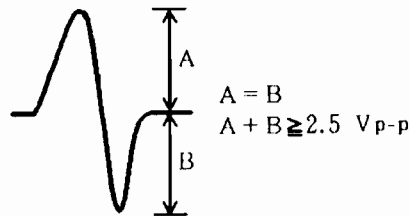

Figure 8
3. Tout en regardant l'écran de l'oscilloscope, appuyer sur la touche OUTPUT et observer la forme d'onde de la Figure 8, pendant quelques instants. Vérifier que l'amplitude atteint au moins 2,5 V_{c-c} et que les amplitudes positive et négatives soient égales. Comme la forme ne sort que pour un moment, quand la touche OUTPUT est enclenchée, appuyer sur à plusieurs reprises sur cette touche, jusqu'à ce que la forme d'onde ait été vérifiée.